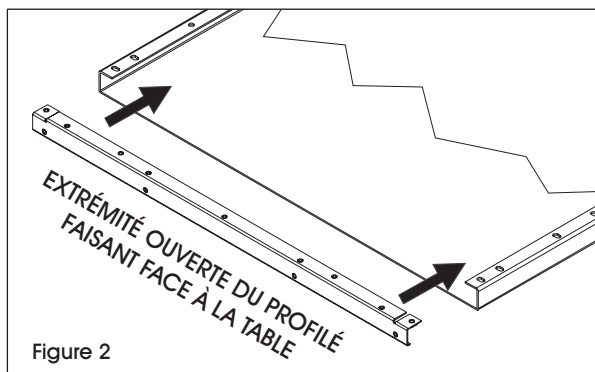

Figure 2
1. Insérez le profilé pour bordure de surface dans chaque extrémité de la surface de table. (Voir Figure 2)
1. Alignez les trous des pieds sur les extrémités de la surface de table. Fixez avec huit boulons de 1/4 po - 20 x 5/8 po. Des embouts filetés sont disponibles à chaque extrémité de la surface de table. (Voir Figure 2)